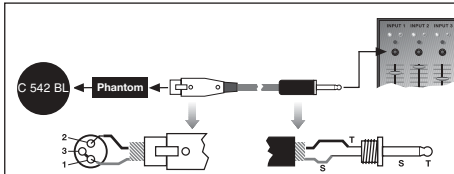

Fig. 2: Conexión a una entrada no balanceada.
1. Ver fig. 2. Una mediante un puente de alambre la espiga 1 del conector XLR con la espiga 3 y con la pantalla del cable.